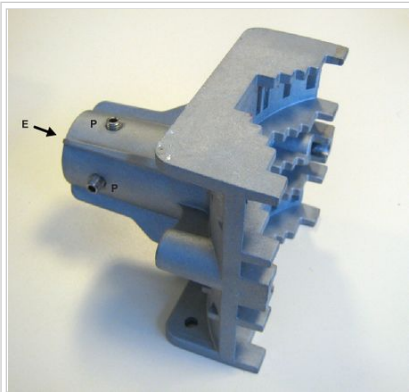
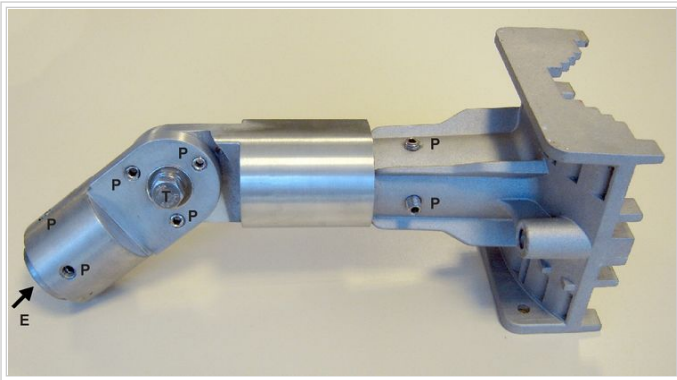

Fig. 4 - Soporte Wavion omnidireccional compacto
Fig. 6 - Soporte Wavion direccional
- La fijación de este tipo de soporte al caño es similar a la explicada en el modelo anterior. El equipo cuenta con un eje con una estría el cual se inserta en E (Fig. 4). La fijación del equipo al soporte una vez verificada su horizontalidad se realiza mediante los prisioneros P.
- El soporte consta de dos piezas, la que se muestra en Fig. 4 (cuya fijación al caño es igual a la explicada en el modelo omnidireccional) y una pieza adicional articulada que sirve de nexa con el equipo y que permite el ajuste de tilt (Fig. 6).
- La pieza articulada cuenta con un eje con una estría el cual se inserta en el soporte fijado al caño, a su vez el eje con estría del equipo se inserta en E (Fig. 6). Una vez orientado el equipo se deberán ajustar el bulón T y todos los prisioneros P.